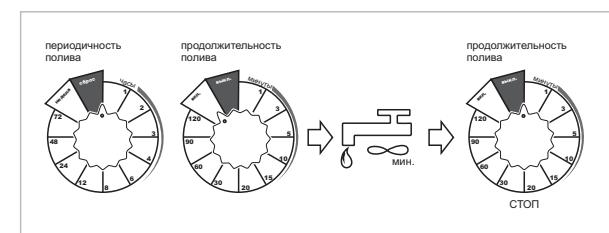

Рис. 6
4. Для настройки ручного режима поставьте периодичность полива в положение "Сброс", а продолжительность полива в положение "Вкл.". В этом режиме вода начнет подаваться немедленно\*. Для остановки подачи воды переведите продолжительность полива в положение "Выкл. (см. Рис. 6)"